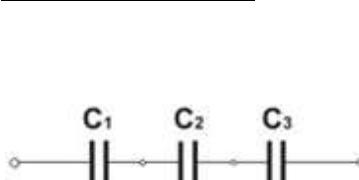

Figura 1
3. Realizați montajul conform schemei din figura 1. Calculați capacitatea echivalentă a grupării ( $C_{ec}$ ) și treceți valoarea determinată în tabel. Măsurați capacitatea echivalentă a grupării ( $C_{em}$ ) folosind multimetru și treceți valoarea măsurată în tabel.